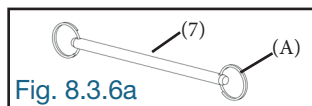
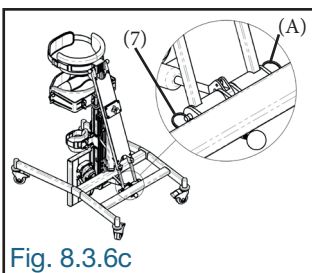
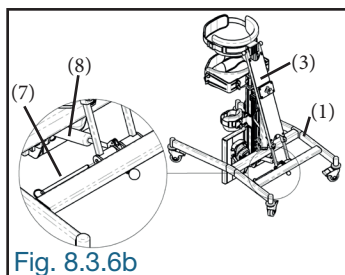

Fig. 8.3.6a
Fig. 8.3.6b
Fig. 8.3.6c
8.3.6 Retirer l'anneau de sécurité (A) sur une extrémité de la goupille à double verrou (7) (Fig. 8.3.6a). Insérer la goupille à double verrou (7) afin de fixer le stabilisateur (3) et le vérin (8) ensemble à la base (1) (Fig. 8.3.6b). Réinsérer l'anneau de sécurité (A) retiré précédemment, à l'autre extrémité de la goupille à double verrou (7) (Fig. 8.3.6c).